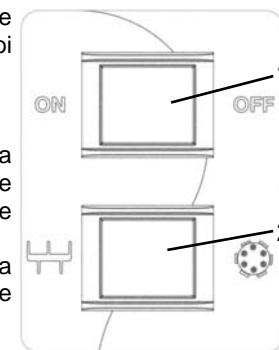

Fig. 3.1.1
Premere il pulsante di marcia ("1" Fig. 3.1.1).
### 5.3 - Verifica efficienza del pulsante di arresto (fig. 3.1.1)
Con macchina allacciata alla rete e utensile in movimento, portare su "OFF" l'interruttore (1) Fig. 3.1.1. La macchina deve fermarsi.
### 5.4 - Avviamento della macchina (fig. 3.1.1)
Dopo aver selezionato la modalità di lavoro (impastatrice/trafilatrice) tramite il selettore (2) portare su "ON" l'interruttore (1) Fig. 3.1.1, dopo aver collegato correttamente la spina alla presa della corrente elettrica e la macchina si aziona.
### 5.5 - Arresto della macchina (fig. 3.1.1)
Per arrestare la macchina, portare su "OFF" l'interruttore (1) Fig. 3.1.1